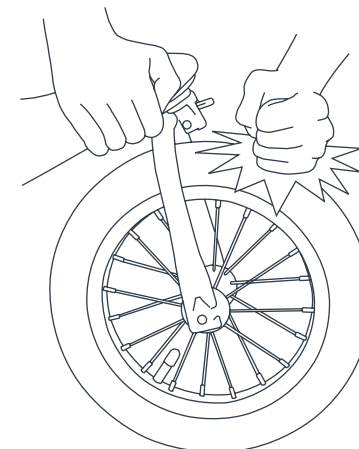

Fig. 20
- 20) • Levante la rueda delantera hasta que no toque el suelo y déle un golpe firme al neumático (la llanta) (Fig. 20). La rueda no debe de aflojarse o caerse.